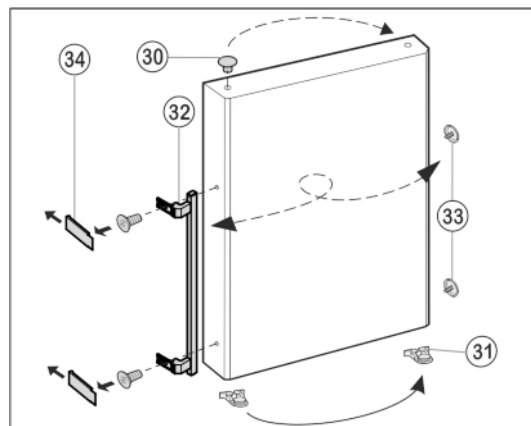

Fig. 12
- ▶ Az ajtó csapágyperselyéből emelje ki és helyezze át a tömítéseket Fig. 12 (30).
- ▶ Szerelje le a Fig. 12 (32) ajtó fogantyúit, a Fig. 12 (33) tömítéseit és a Fig. 12 (34) nyomólemezeit, és helyezze át az ellenkező oldalra.